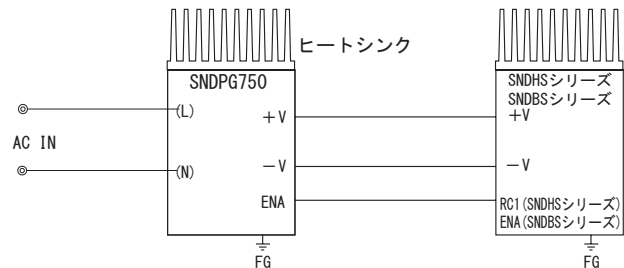

図3.1 標準接続方法 (例)
■SNDPGシリーズを使用するためには、図3.1の接続が必要です。このように接続することで、交流入力電圧から直流出力電圧が得られます。
■ENA端子が”H”の時だけ負荷電流が流れるように、ENA端子信号で負荷回路を制御してください (図3.1の接続を参照ください)。ENA端子が”L”の状態では、突入電流防止回路が解除されていないので、突入電流防止抵抗に過大な電力が加わる恐れがあります。
■SNDHSシリーズ (SNDHS50B/100B/250B)、SNDBSシリーズとの接続は図3.1を参照願います。SNDHSシリーズ、SNDBSシリーズ以外の負荷との接続については、当社までお問い合わせください。